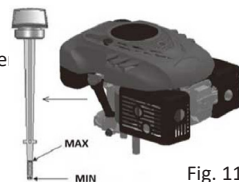

Fig. 11
- El tapón de drenaje se encuentra debajo del motor (fig. 11, n.º 1).
- Coloca un recipiente adecuado debajo del motor para recoger el aceite usado y retira el tapón. Inclina el cortacésped de manera que se vacíe todo el aceite del depósito. Una vez vaciado el aceite, vuelve a colocar el tapón en su sitio, asegurándote de que quede bien apretado, y limpia cualquier resto de aceite que se haya derramado (Fig. 11).
- Añade aceite SAE30 o 15W-40 al depósito de aceite. Cuando se inserte el indicador de nivel de aceite en el orificio y se atornille, el nivel de aceite debe estar entre las marcas «Min» y «Max» (fig. 11). No llenes en exceso el depósito.